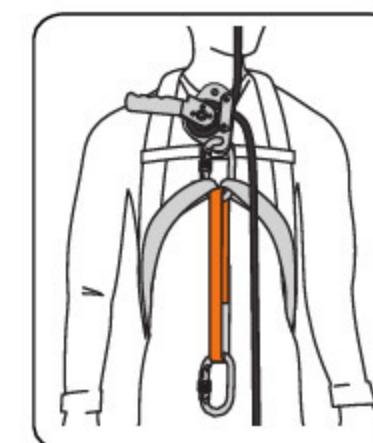

рис. 6
3. Присоедините карабин к переднему элементу крепления страховочной привязи (рис. 6).